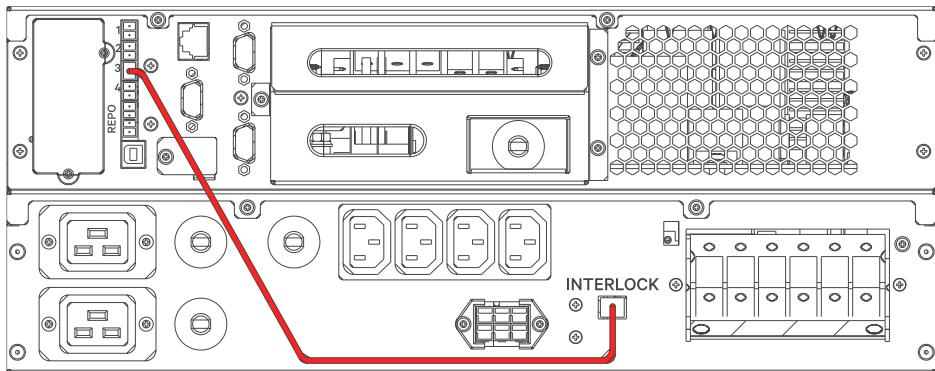

图5-8 端口连接（以 ITA2 5kVA 机器与 5kVA 单机 POD 为例）
- 使用 POD 附件配带的维修旁路信号连接线将 UPS 干接点 3 端口和 POD 上的 interlock 端口连接。见图 5-8。